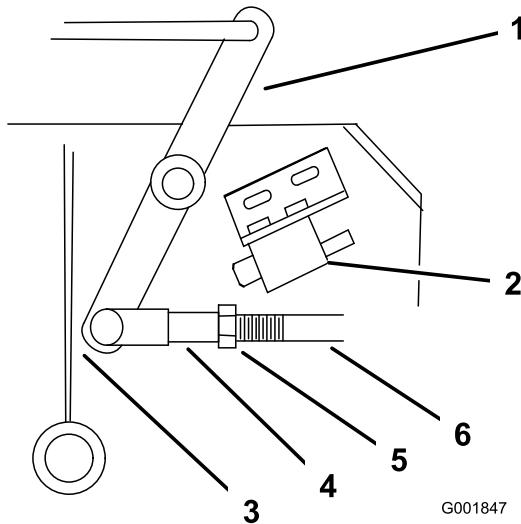

Figure 41
- Ajustez la longueur de la timonerie de sorte que l'extrémité la plus basse du levier coulé passe juste le renfort de support de l'essieu (Figure 41).
9. Desserrez l'écrou contre la chape (Figure 41).